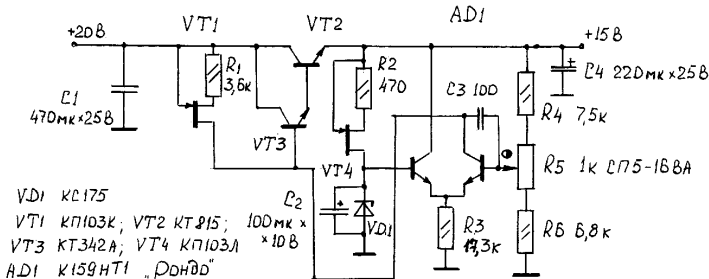

Рис.1
- Сан-Саныч, от добра-добра не ищут! Я применил схему, которая меня еще не подводила! Ты же сам мне ее когда-то рекомендовал! И "инженер со стажем" набросал схему, приведенную на **рис.1**.
батарейки на 4,5 В. Из этого следует, что ты измеряешь основные параметры транзисторов (на рис.1 VT5, VT6) при коллекторном напряжении не более 5 В!